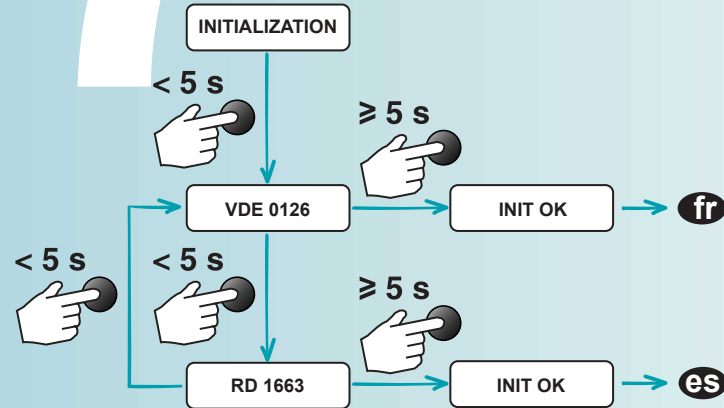

Fig. 13
- Durante esta primera puesta en marcha, aparecerá el mensaje "INITIALIZATION" (Fig. 13) en la pantalla: